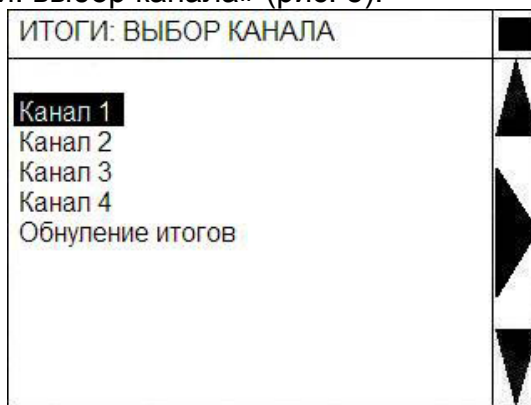

Рис. 5 – Экран ЖКИ в режиме меню «Итоги»
3.4.3.1 После активации строки «Итоги» в «Главном меню» на экране появляется табличка «Итоги: выбор канала» (рис. 5).